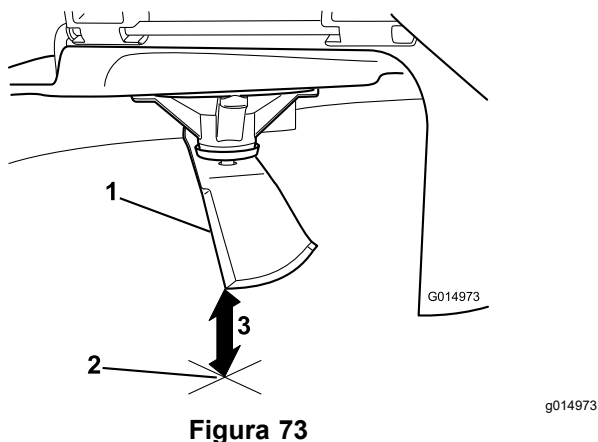

Figura 73
5. Meça da ponta da lâmina até à superfície plana (Figura 73).